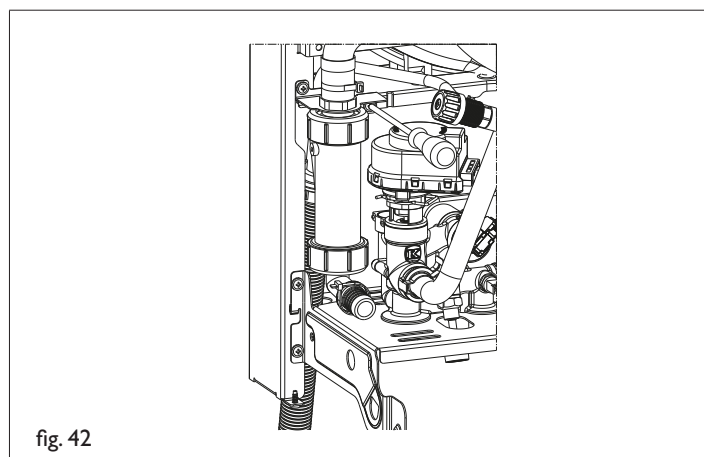

fig. 42
- Svitare le due viti che fissano la staffetta al telaio della caldaia (fig. 42)
- Rimuovere il dado che fissa il sifone alla staffetta e separare i due componenti (fig. 42).